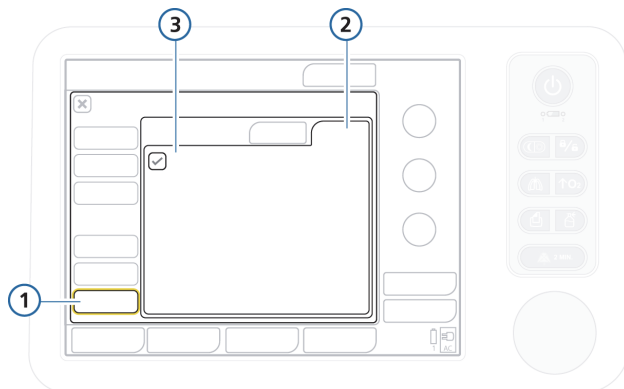

Рисунок I-19. Опции аппаратного обеспечения
2. В окне «Options» перейдите на вкладку «HW options». См. рис. I-19.